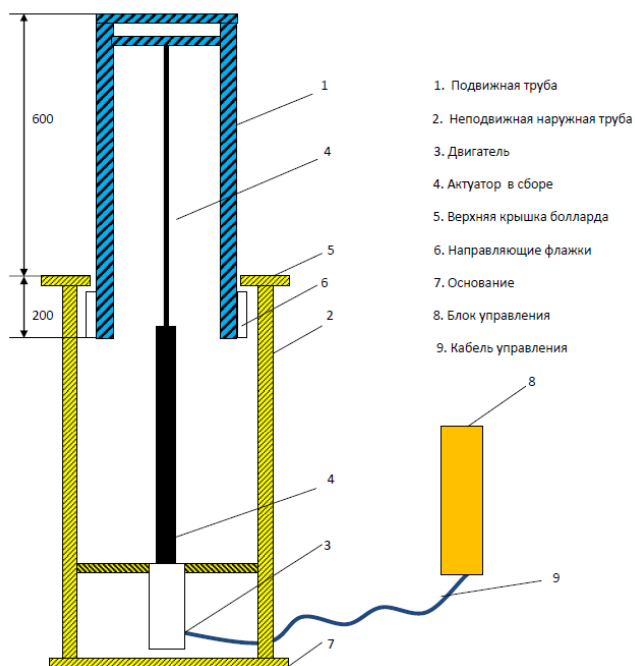
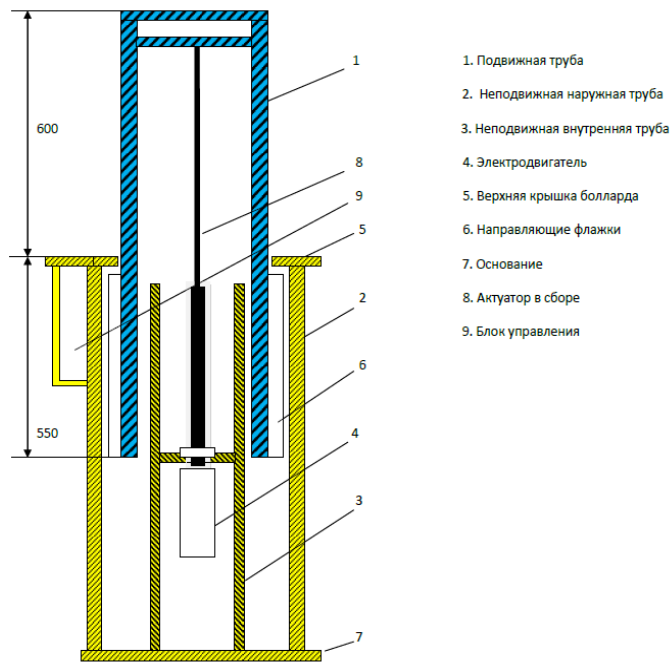

Рис.1
Рис.2
Основные различия боллардов Сторонних организаций Рис.1 и боллардов «Легион» Рис.2
1. Самой важной отличительной особенностью боллардов «Легион» от боллардов сторонних организаций являются их противотаранные свойства, которые достигаются за счет увеличения подземной части подвижной трубы. Наши болларды имеют практически равную длину надземной и подземной части (в поднятом состоянии) **600 / 550 мм** (Рис.2), в то время как болларды сторонних фирм имеют соотношение надземной и подземной части **600 / 150 - 300 мм** (Рис.1). В момент удара поднятой части, **в боллардах «Легион» вся труба работает на изгиб**, в то время как **у боллардов сторонних организаций происходит загиб «юбки»**. В виду последнего, сторонние организации вынуждены использовать трубу с толщиной стенки 25 и более мм, в то время как для боллардов «Легион» достаточна толщина стенки 6 мм, что бы соответствовать таким же ударным нагрузкам.